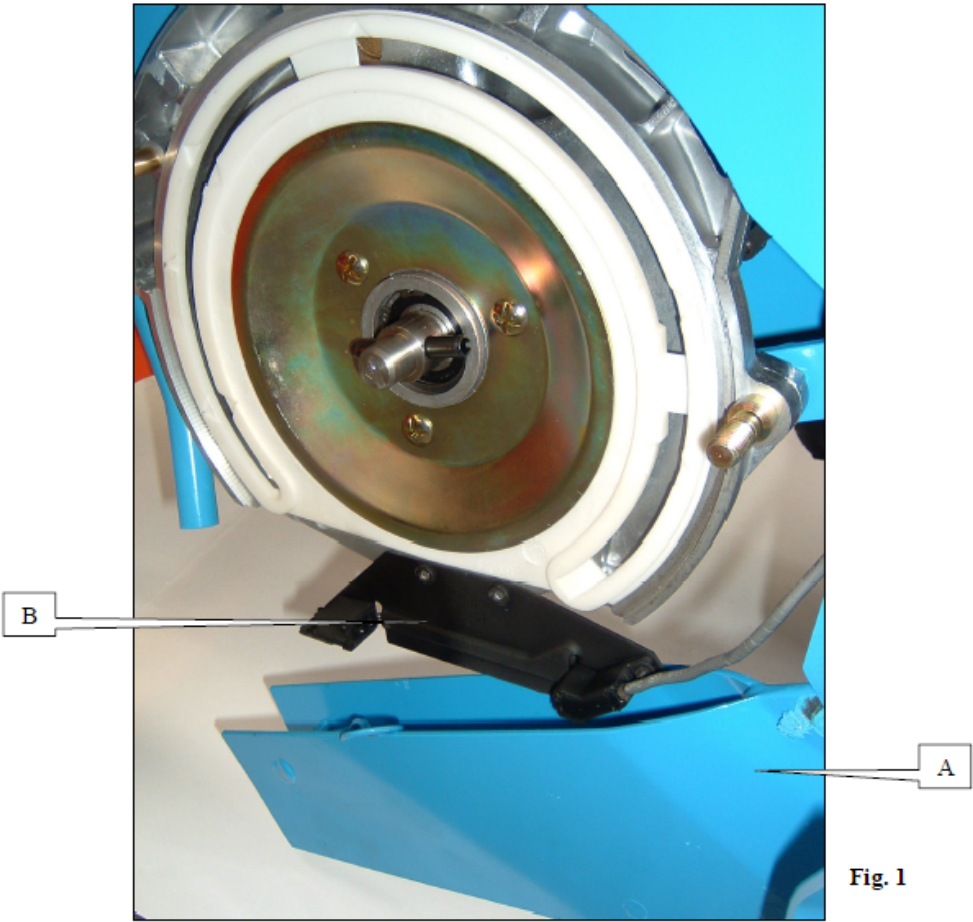
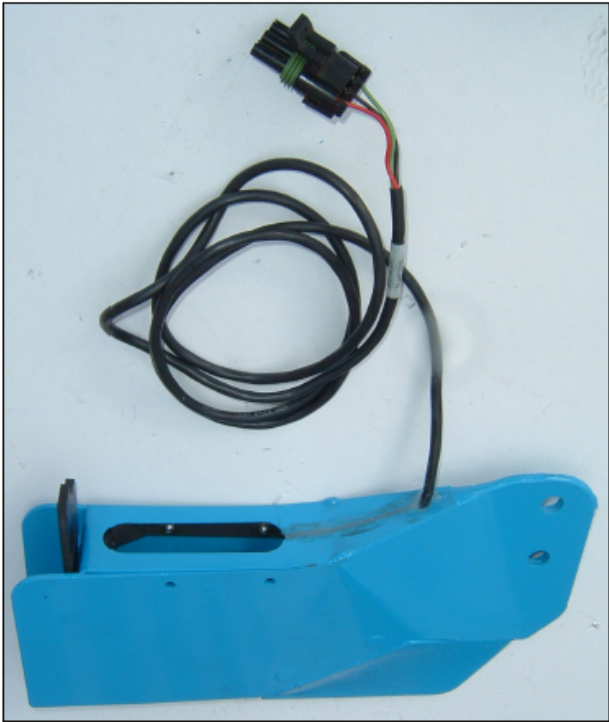

Fig. 1
Fig. 2
c) Montaż na siewniku NC (Fig. 1) i montaż na siewniku MS (Fig. 2).
**c) Montaż na siewniku NC (Fig. 1).**